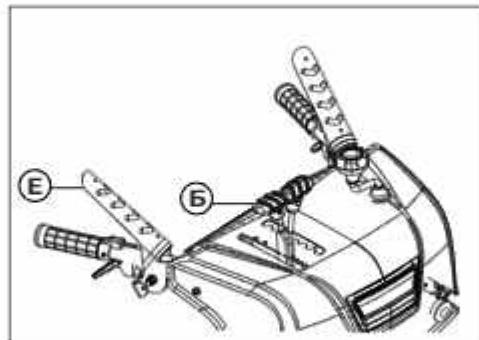

Рис. 25
- Чтобы переместить снегоочиститель вперед, установите рычаг управления скоростью(рис.25, поз. Б) в одно из передних положений.
- Нажмите и удерживайте рычаг управления шнеком(рис. 25, поз. Е).